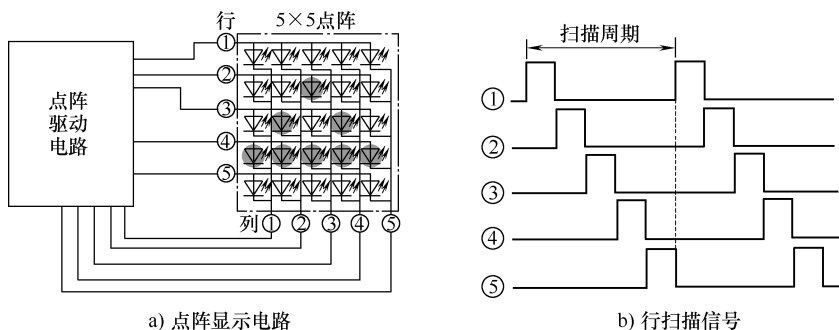

图 8-8 点阵显示原理说明
(2) 工作原理 下面以在图 8-8 所示的 5×5 点阵中显示“△”图形为例进行说明。